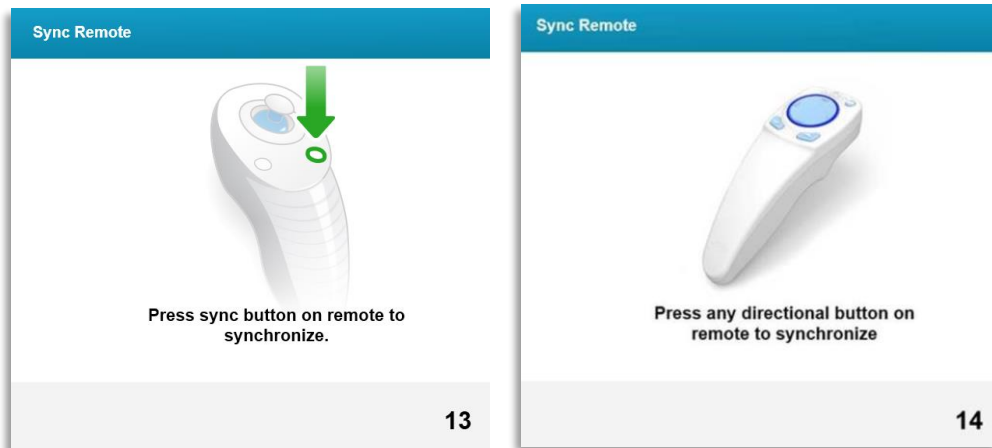

Figura 3-16. Sincronizar Controlo remoto
- Se o utilizador tem o cartão de tratamento inserido enquanto programa os parâmetros de tratamento que estão fora do(s) valor(es) permissível(is) controlados pelo cartão RFID, irá aparecer a seguinte mensagem e a opção “Realizar tratamento” não poderá ser selecionada como mostrada na figura 3-16.
- A mensagem Sincronizar controlo remoto de alinhamento estará visível no ecrã durante 15 segundos como mostrado na figura 3-16.